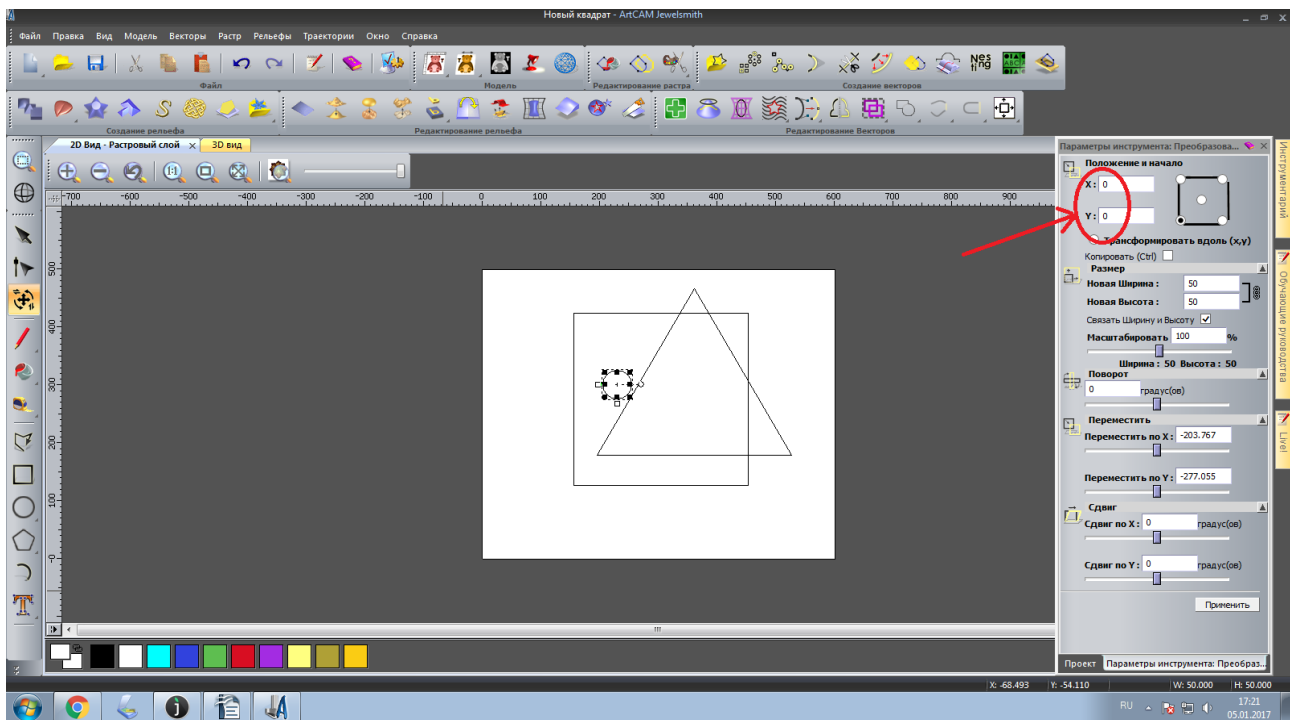

Рисунок 18. Ноль по оси «X» и «Y»
19. По оси «X» и «Y» укажите координаты «0:0», рисунок 18